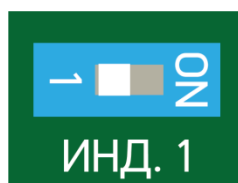

Рисунок 7.16
– по окончании настройки отключить сигнальный светодиод, установив флажок выключателя (поз.3 рисунок 7.1) в левое положение (положение «1») (рисунок 7.16).